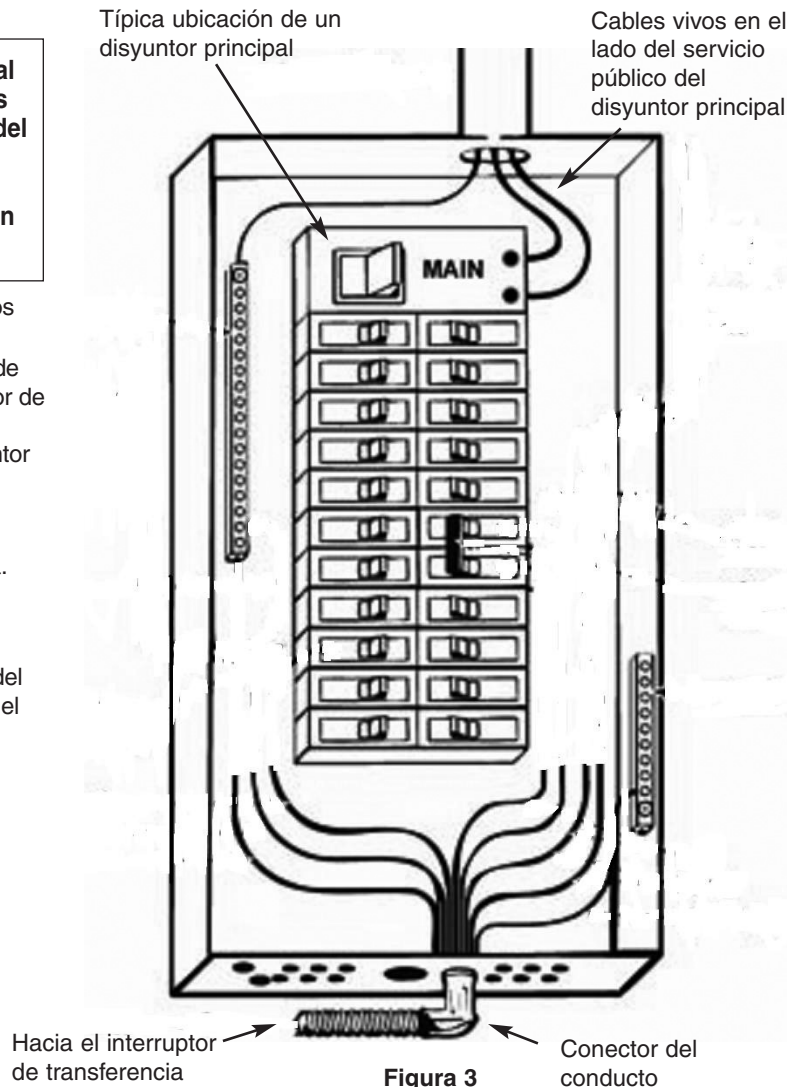

Figura 3
2. 2. Desconecte el disyuntor principal de alimentación del servicio público de electricidad. (Figura 3)